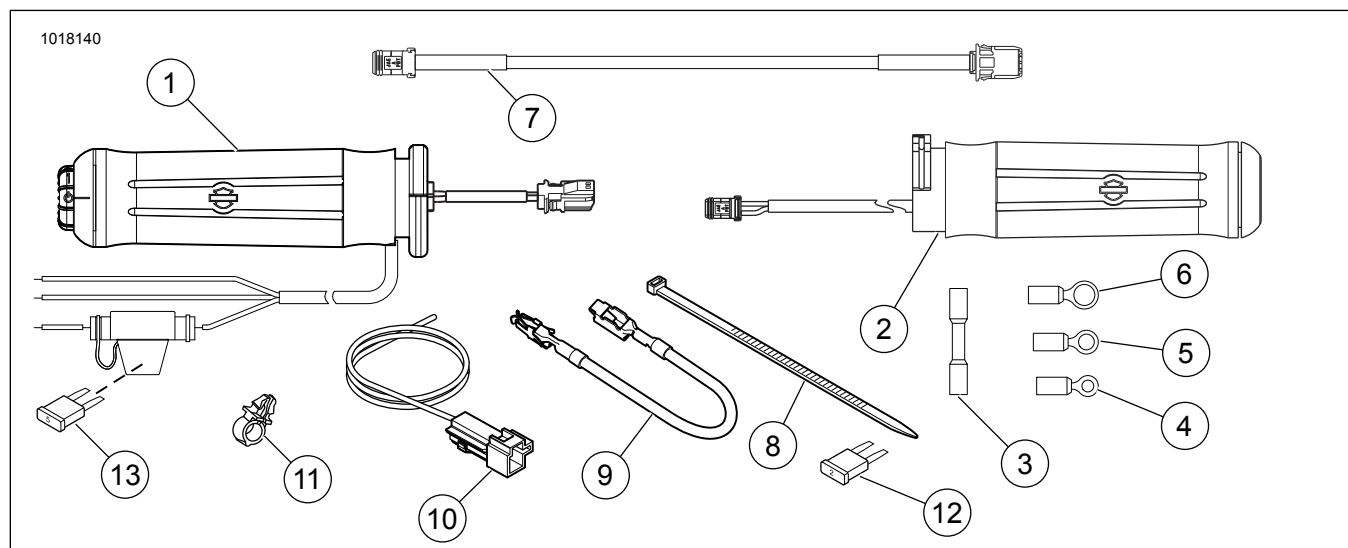

Figura 22. Piezas de servicio, kits de empuñaduras con calefacción
3. Vea Figura 22 . Seleccione el terminal de anillo correcto (4, 5 o 6) del kit para ajustar el espárrago del terminal plateado (con el cable rojo) en el disyuntor.
1. Vea Figura 22 . Seleccione el terminal de anillo correcto (4, 5 o 6) del kit para ajustar el espárrago del terminal plateado (con el cable rojo) en el disyuntor.
2. Vea Figura 22 . Seleccione el terminal de anillo correcto (4, 5 o 6) del kit para ajustar el espárrago del terminal plateado (con el cable rojo) en el disyuntor.
2. Vea Figura 22 . Enchufe el mazo de cables del adaptador (10) del kit en el conector B+.
Consulte Figura 22 y Tabla 1 .